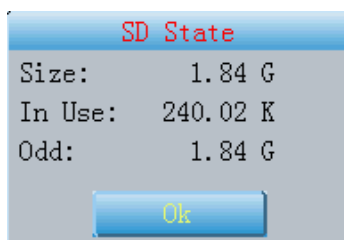

Fig. 7-4
2.  Cliquer sur cette icône pour contrôler l'état de la carte SD, comme illustré dans la Fig.7-4.